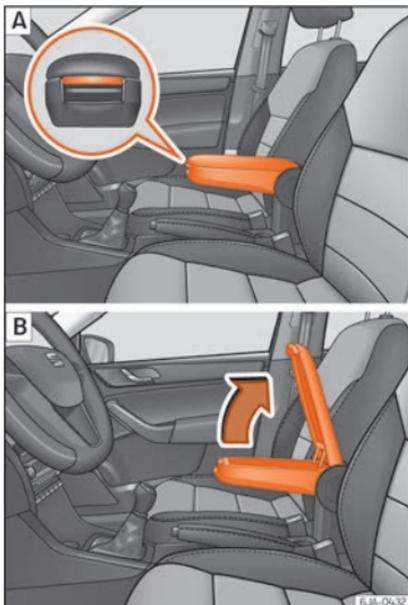

Fig. 144 Apoyabrazos/abrir y cerrar el portaobjetos.
- Pulse la tecla situada en la parte delantera del apoyabrazos »» **fig. 144 - [A]**.
- Levante la tapa del guardaobjetos hacia arriba »» **fig. 144 - [B]**.